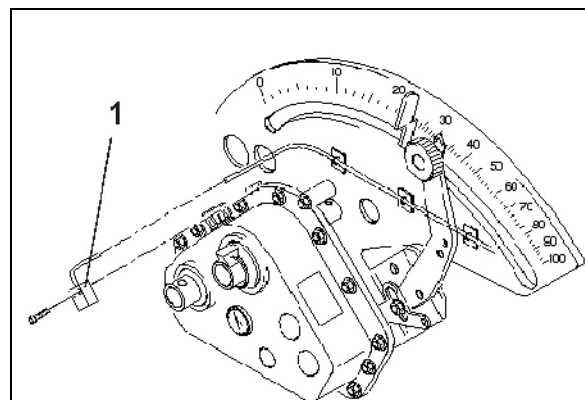

Fig. 8
1. Avvitare il sensore (Fig. 8/1) sul riduttore Vario.